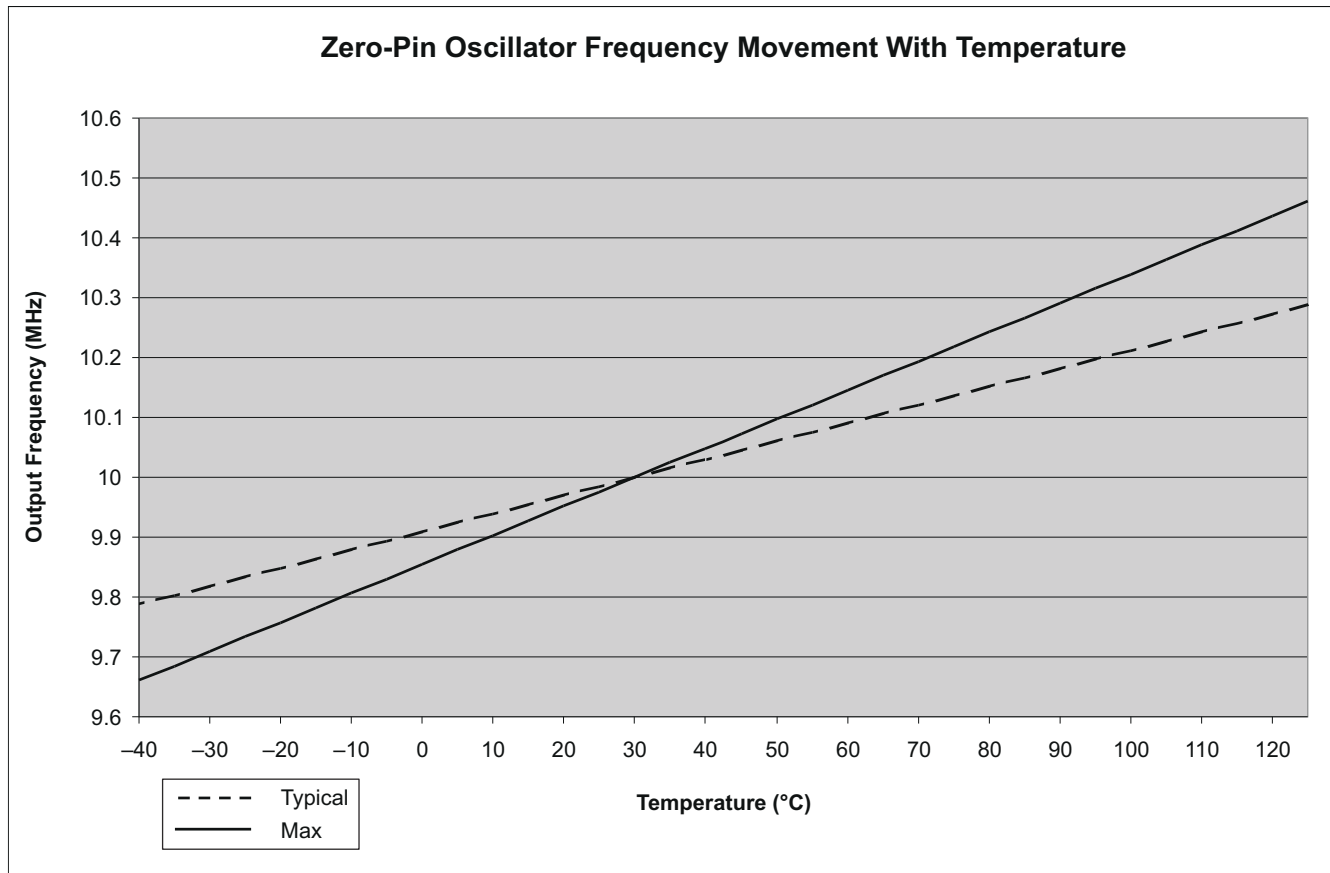

図 6-9. 温度によるゼロ ピン発振器の周波数の変化
- (1) 発振器の周波数は温度と共に変化します (図 6-9 を参照)。発振器の温度ドリフトを補償するには、『発振器の補償ガイド』と C2000Ware を参照してください。
- (2) VREG が有効化されている場合 ($\overline{\text{VREGENZ}} = \text{V}_{\text{SS}}$) にのみ、周波数範囲は保証されます。
- (3) 内部発振器の出力周波数は、温度勾配と電圧 (V_{DD}) 勾配の両方の方向に追従します。例を示します。